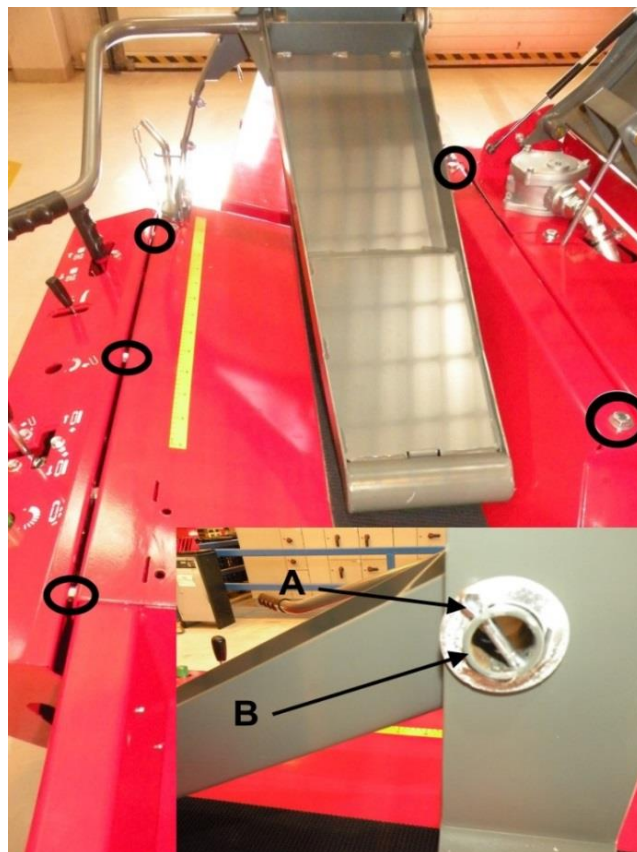

Bild 17
2. Avlägsna låssprint **A** och tapp **B** från vedgejden på Bild 17. Ta bort hela vedgejden ovh fästbultarna (5 st.) samt skyddet.